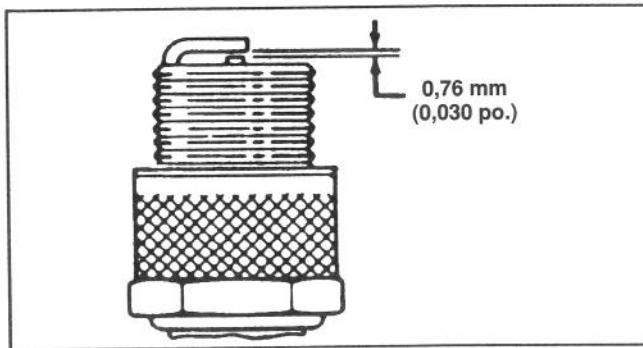

Figure 18
3. Régler l'entrefer à 0,76 mm (0,030 po.) (Fig. 18).